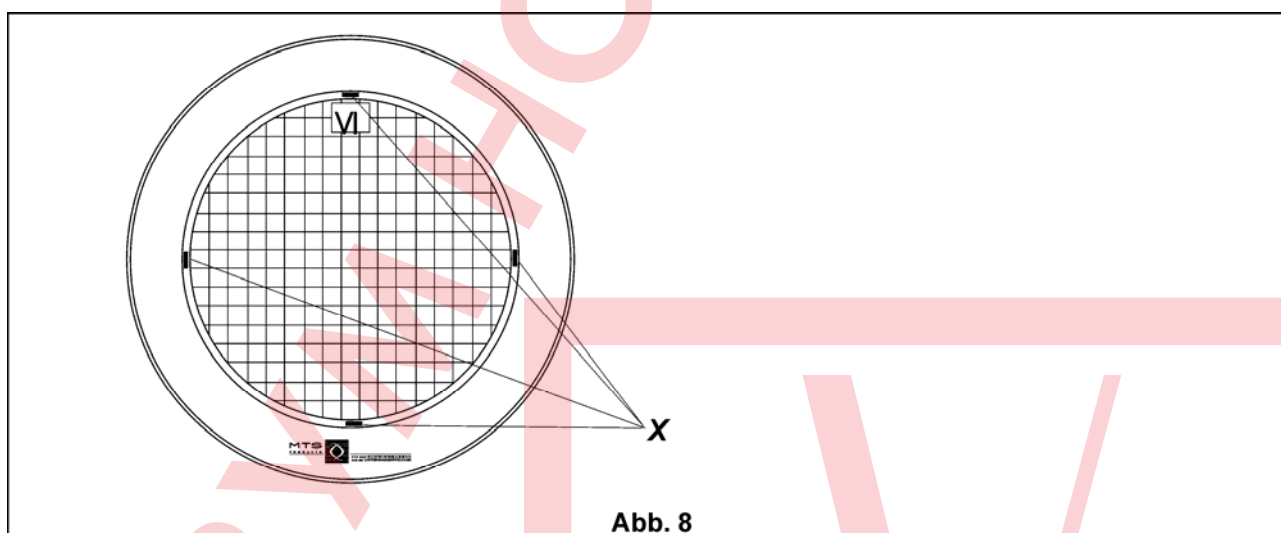

Abb. 8
к рис. 8 (X) вставить отвёртку в указанные места